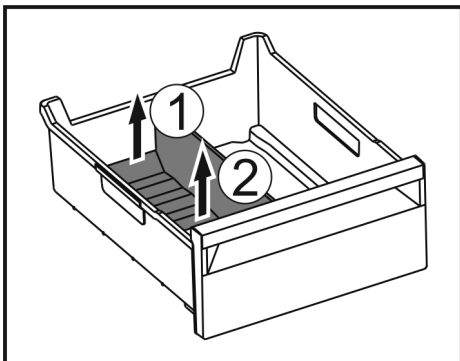

Fig. 147
- ▶ Підняти задню частину перегородки відділення для льоду. Fig. 147 (1)
- ▶ Вилучити перегородку рухом вгору. Fig. 147 (2)